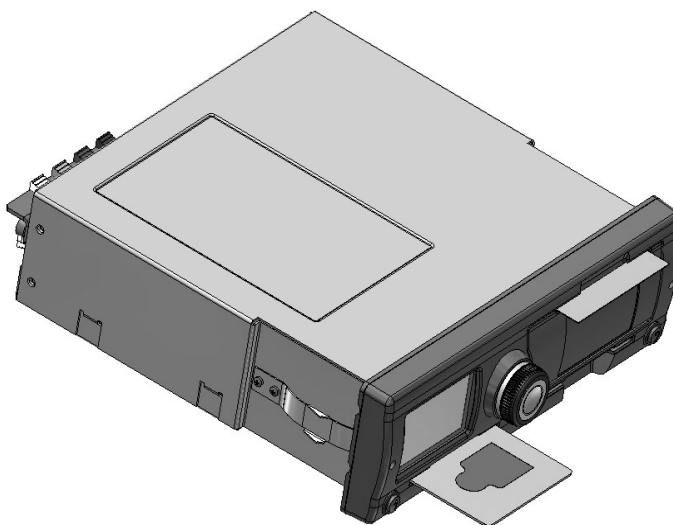

Рисунок 4. Правильное положение карты при вставке.
2.3.4 Карты вставляются в слоты строго определенным образом - контактной площадкой "вперед - вниз" (см. рис. 4).